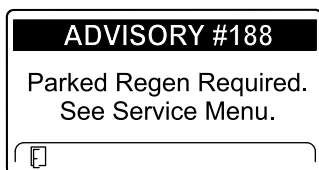

Figura 54
- Parked regeneration required (Es necesaria una regeneración con la máquina aparcada) ADVISORY #188 (Aviso n.º 188) (Figura 54)